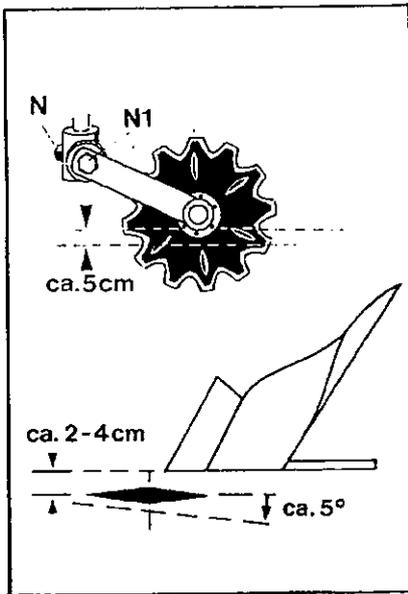
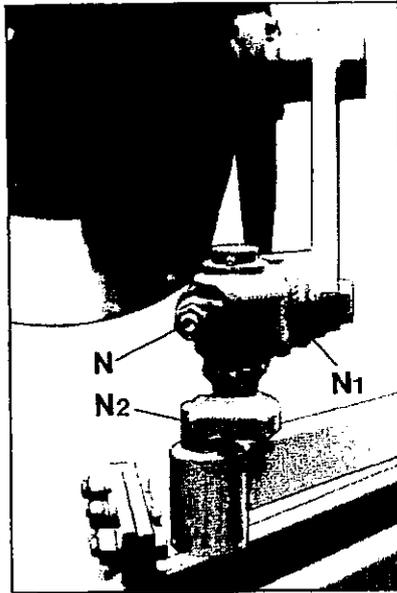

Fig.7
Fig.8
**Scheibenseche:** Tiefgang so begrenzen, daß zwischen Scheibenlagerung und Boden ca. 5 cm Freiraum ist - entsprechend Zahnscheibe N1 verdrehen (Fig. 7 + 8). Der seitliche Abstand Sechsscheibe/Pflugkörper ist bei "Vari-Avant" durch Verdrehen des Sechstieles und bei Exzenterverstellung ("...-Variant") durch Drehen des Zapfens N2 (Fig. 8) zu verändern.
Am Stellung N seitliches Ausschwenken begrenzen; dabei darauf achten, daß die Sechsscheibe sich in Fahrtrichtung einpendeln kann und landseitig bis ca. 5° ausschwenkt (siehe Fig. 7).